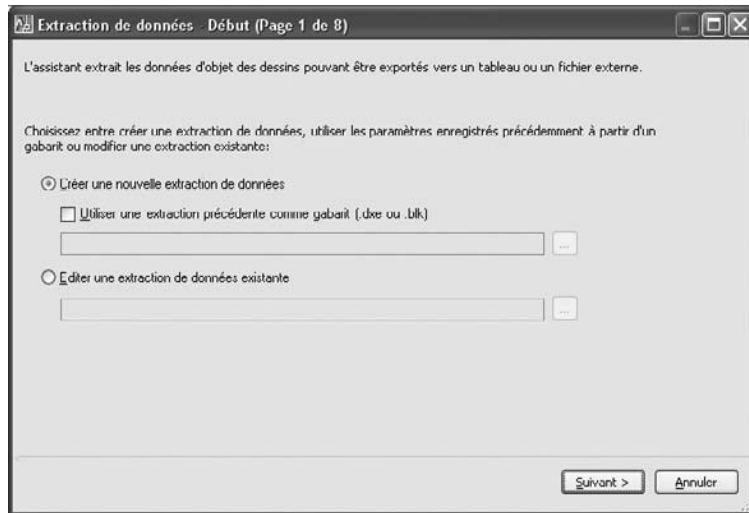

Fig.12.9
- 2 Sur la page **Début** (Begin) de l'assistant d'extraction de données, cliquer sur **Créer une nouvelle extraction de données** (Create a new data extraction). Si vous voulez utiliser un fichier de gabarit (DXE ou BLK), cliquer sur **Utiliser une extraction précédente comme gabarit** (Edit an existing data extraction). Cliquer sur **Suivant** (Next) (fig.12.9).